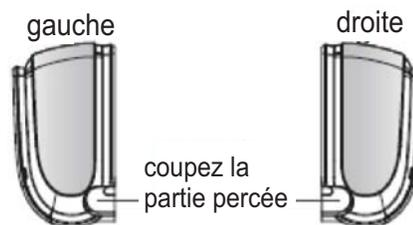

Fig. 16 – Retirez les opercules défonçables.
1. Utilisez une petite lame de scie pour retirer avec précaution la protection en plastique correspondante sur le panneau latéral et percez un trou de taille appropriée à l'endroit où le tuyau passe à travers le mur. Consultez la fig. 16.